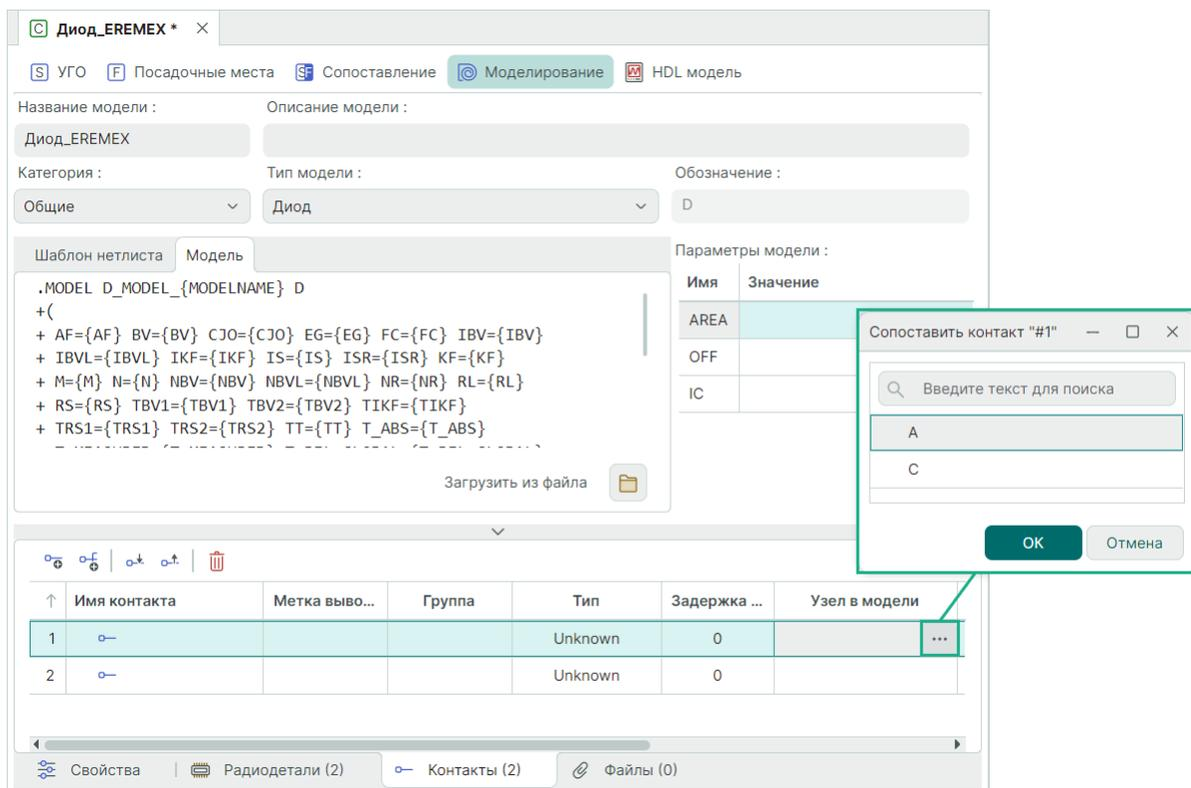

Рис. 302 Сопоставление контактов УГО с выводами SPICE-модели
5. Перейдите на вкладку «Контакты» и сопоставьте контакты компонента с выводами SPICE-модели, Рис. 302.